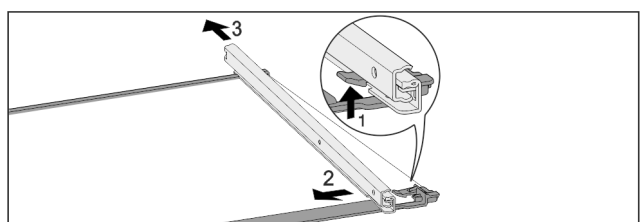

Fig. 104 Стъклена плоча с релси
- ▶ Натиснете нагоре предните фиксиращи палци. Fig. 104 (1)
- ▶ Плъзнете изтеглящата релса настрани Fig. 104 (2) и назад Fig. 104 (3).